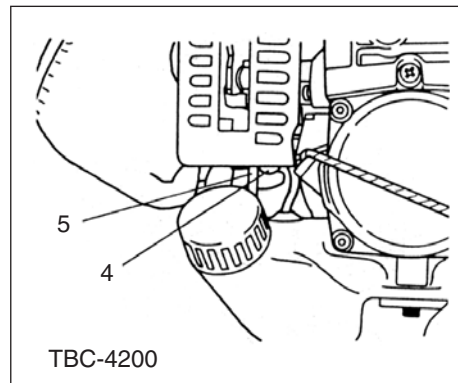
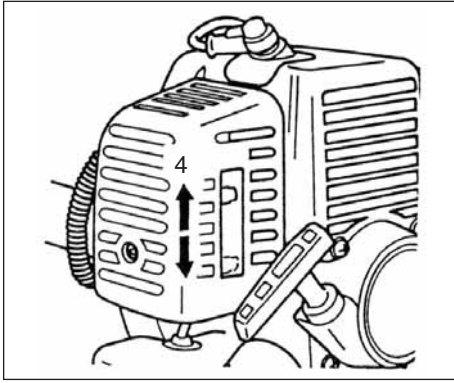

Fig.2-2C
Fig.2-3
*Push priming bulb (4) several times so that fuel flows through return pipe (5) (If so equipped)(Fig. 2-2C)
2. With the safety trigger (2) pressed (if so equipped), pull throttle trigger and push throttle lock (3), then slowly release the throttle trigger first, then the safety trigger. This will lock the throttle in starting position.
3. Set choke lever to CLOSED position (4). (Fig. 2-3)
*Presser la poire d'amorçage (4) (Si la machine en est munie) à plusieurs reprises pour que le carburant puisse s'écouler de la poire dans le tuyau de retour (5) (Fig. 2-2C)
2. Tout en appuyant sur le bouton de blocage de la gâchette de commande des gaz (2) (si elle en est munie), presser la commande des gaz et repousser le bouton de blocage de la commande des gaz (3). Relâcher ensuite lentement la commande des gaz en premier, puis le bouton de blocage de la gâchette de commande des gaz. Ceci verrouillera le papillon de commande des gaz sur la position de démarrage.
3. Régler la manette de starter sur la position "CLOSED" (4). (Fig. 2-3)
*Premere ripetutamente il bulbo (4) della pompa di adescamento per far affluire la miscela al carburatore attraverso il tubo di ritorno (5). (se la macchina ne é fornita) (Fig. 2-2C)
2. Premendo sul salvavita (2) (se la macchina ne é fornita), tirare la leva dell'acceleratore e premere il pulsante di bloccaggio acceleratore (3), quindi rilasciare lentamente prima la leva dell'acceleratore e poi il salvavita. La leva dell'acceleratore rimane così bloccata in posizione di avviamento.
3. Chiudere l'aria portando la leva nella posizione CLOSED (4). (Fig. 2-3)
*Die Ansaugpumpe (4) mehrmals betätigen, damit Kraftstoff durch das Rücklaufrohr (5) fließt. (falls vorhanden) (Fig. 2-2C)
2. Bei gedrücktem Sicherheitshebel (2) (falls vorhanden) den Gashebel anziehen und dann die Gashebelsperre (3) drücken. Danach langsam zuerst den Gashebel, dann den Sicherheitshebel loslassen. Dadurch wird die Drosselklappe in Startposition arretiert.
3. Den Choke in Schließstellung CLOSED schieben (4). (Fig. 2-3)
*Empujar varias veces el bulbo cebador (4) de manera que el combustible fluya a través de la tubería de retorno (5) (Si está provisto) (Fig. 2-2C)
2. Con la traba de seguridad (2) presionada (si esta provista), tirar de la palanca del acelerador y empujar el bloqueo del acelerador (3), luego liberar rápidamente el acelerador y la traba de seguridad. Así quedará bloqueado el acelerador en la posición de arranque.
3. Poner la palanca del estrangulador en la posición cerrada CLOSED (4). (Fig. 2-3)
*Pumpa på handpumpens blåsa (4) tills bränsle strömmar in i returledningen (5) (om sådan finns). (Fig. 2-2C)
2. Med avtryckaren (2) nedtryckt (om sådan finns) skall du dra gasreglaget och trycka på gasregeringslåset (1). Släpp därefter först gasreglaget sakta och sedan avtryckaren (2). Detta gör att gasreglaget blir låst i startläget.
3. Skjut chokereglaget till stängt läge CLOSED (4). (Fig. 2-3)